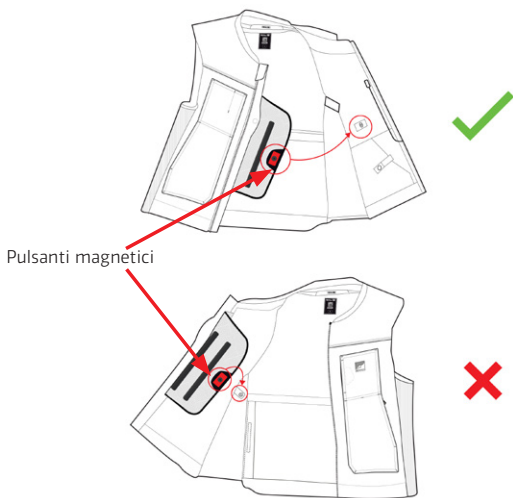

Figura 9
1. Indossare il sistema e fissare l'airbag presente nella zona del torace collegando il Bottone Magnetico del Torace (9) con il Bottone Magnetico Sinistro (11) presente sul giubbotto (Figura 9).
2. Chiudere la Zip di Attivazione (1) dal basso verso l'alto e attendere l'accensione del Sistema.
3. La corretta chiusura della Zip di Attivazione (1) e l'accensione del sistema sono segnalate dall'accensione del display a LED (2) e dalla presenza di una vibrazione nella stessa area.
4. Una volta acceso il sistema, controllare il display a LED (2) per verificare che il sistema si sia avviato correttamente (vedere la sezione 13 "Indicazioni del display a LED"). In particolare, l'utente deve verificare che, dopo l'avvio del Sistema, non siano presenti anomalie del Sistema.